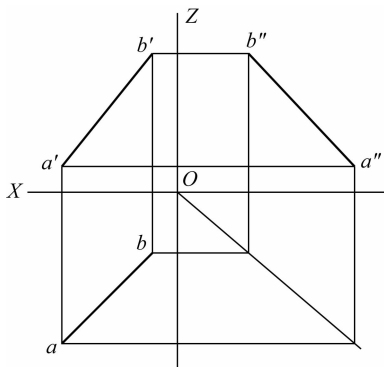

图 1-2-8 一般位置直线投影特性
(3)一般位置直线:三个投影均小于实长的斜线,如图 1-2-8 所示。